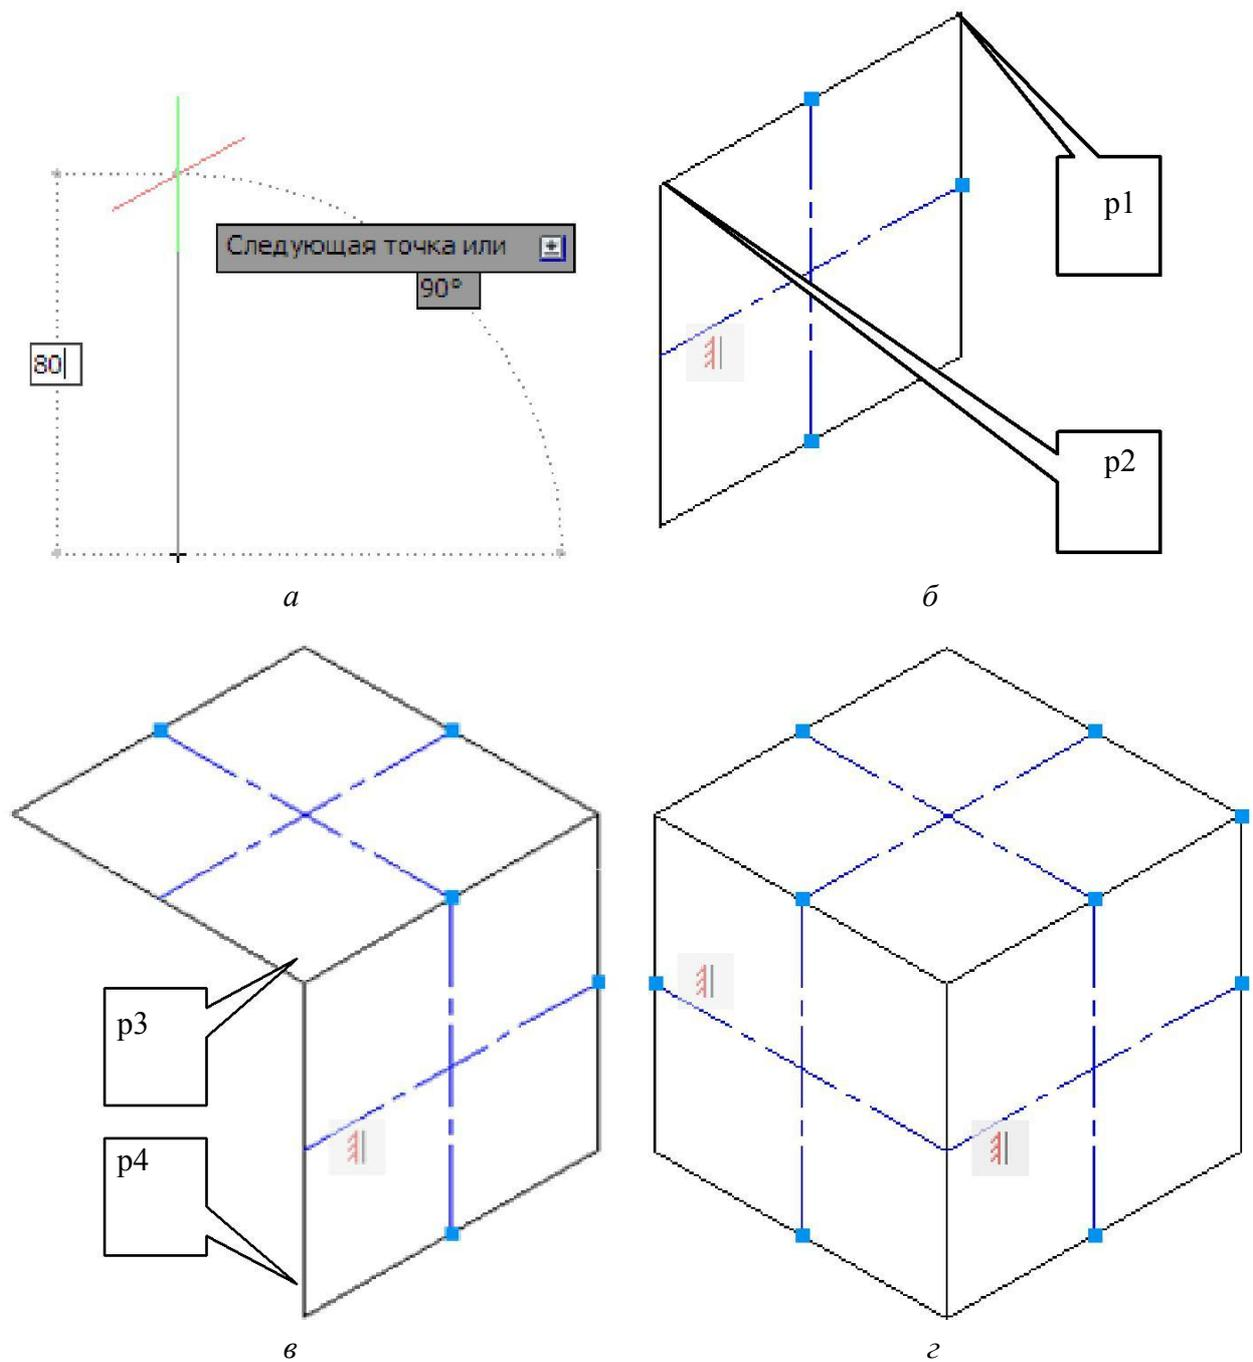

Рис. 1.27. Последовательность построения куба с использованием команды **Зеркальное отражение (Mirror)**
10. Выполнить изображение правой грани куба, ребро которого составляет 80 мм в изометрической проекции (см. рис. 1.27, а). Установить изометрический тип привязки: **Сервис (Tools) → Режимы рисования (Drawing settings) → Шаг и сетка (Snap and Grid) → Тип привязки (Snap type) → Изометрическая (Isometric snap)**. Установить режим **Орто (Ortho Mode)**.
12. Выполнить изображение куба с использованием команды **Зеркальное отражение (Mirror)**  (см. п. 2.4.3). Точки, определяющие положение оси первого отражения, обозначены точками p1, p2 (рис. 1.27, а, б), и соответственно второго – p3 и p4 (см. рис. 1.27, б, в). Результат изображения куба показан на рис. 1.27, г.
Команда предназначена для построения симметричного отображения объектов (см. рис. 1.27, б, в, г).